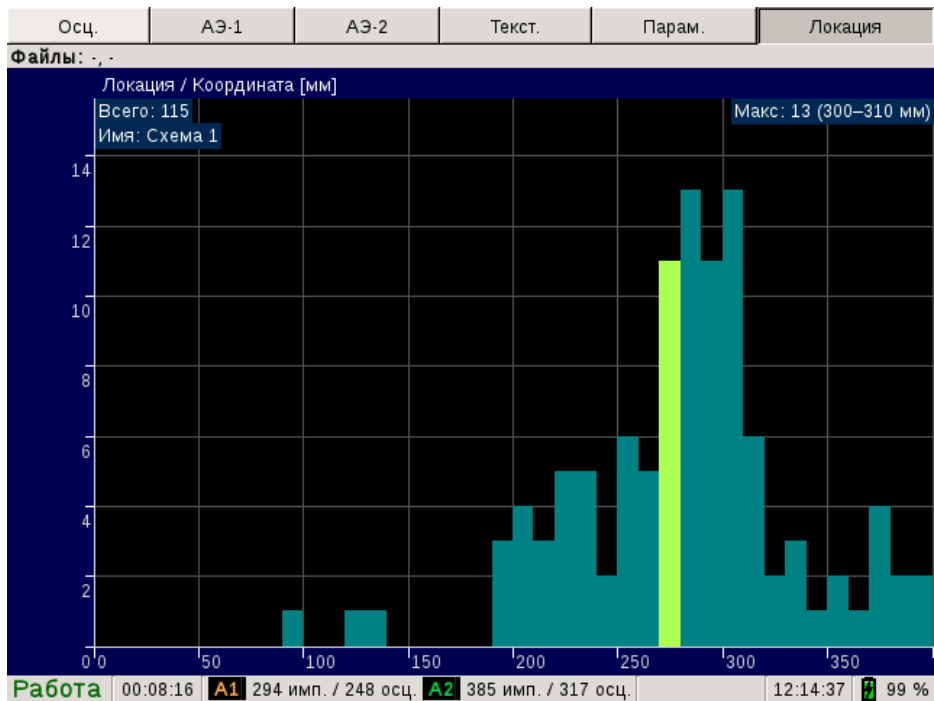

Рис. 4.6. Страница Локация — Локационная схема
- ◇ страница **Локация** (рис. 4.6) содержит до трех окон локации или окно измерения эффективной скорости (см. разд. 4.6 «*Локация*»).